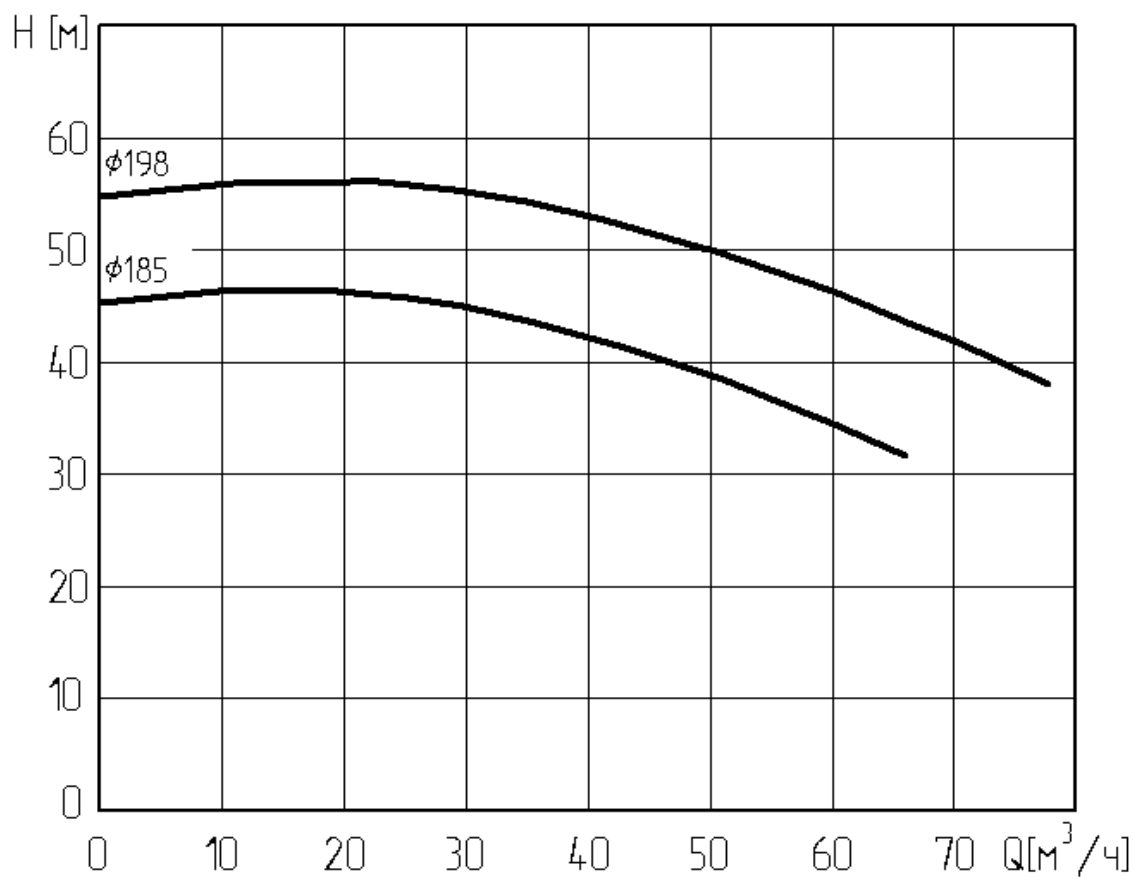

Рис. 2 Рабочие характеристики насоса «Иртыш»:
- 2) монтажные схемы на рис. 2 – 4, 6;